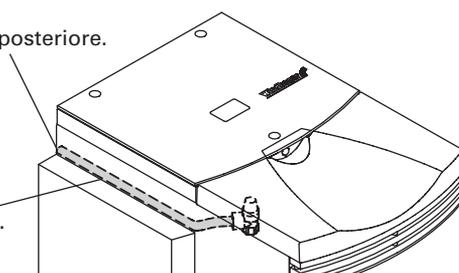

Fig. 18 Tubo di scarico della valvola di sicurezza
- Nelle FireWIN versioni senza componenti per il riscaldamento, si dovrà montare una valvola di sicurezza omologata sul posto. Il tubo di scarico della valvola di sicurezza dovrà essere previsto sul posto. La tubazione potrà essere montata tra la stiva pellets e la parete laterale a sinistra verso il dietro – fig. 18. Sulla parete posteriore togliere la parte pretagliata.